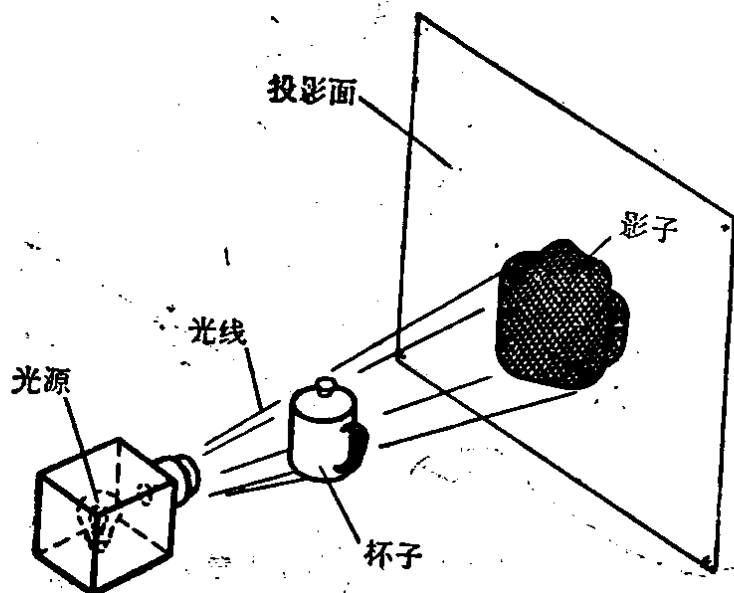

图 1-6 投影
1. 投影 在日常生活中,投影的例子是很多的。当阳光或灯光照射物体时,在地面或墙壁上会出现影子。这种现象叫做投影(图 1-6)。